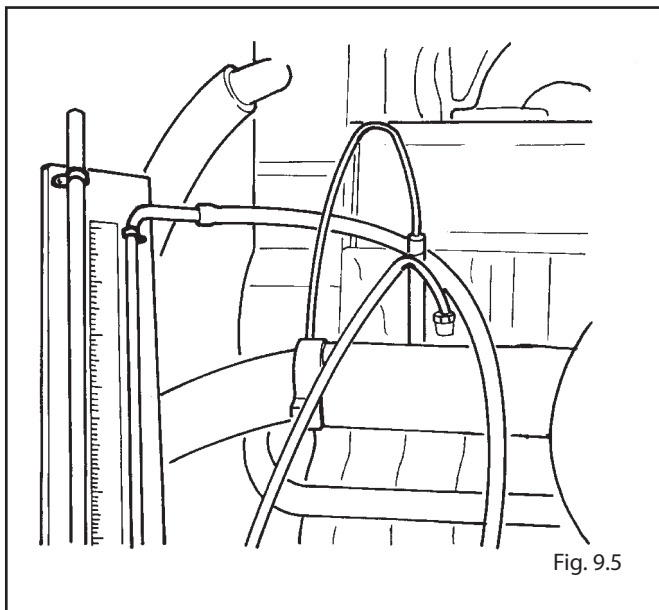

Fig. 9.5
9.7 EXHAUST GAS BACK-PRESSURE (fig. 9.5)